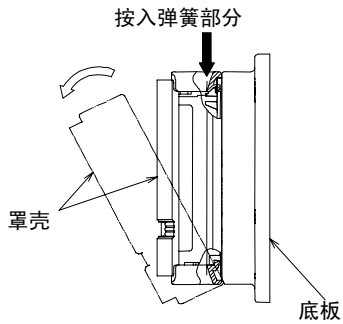

图6 罩壳的装卸
- 6) 将罩壳嵌入本体内,结束安装。(参考图6)
- 6) 将罩壳嵌入本体单元内,结束安装。(参考图6)